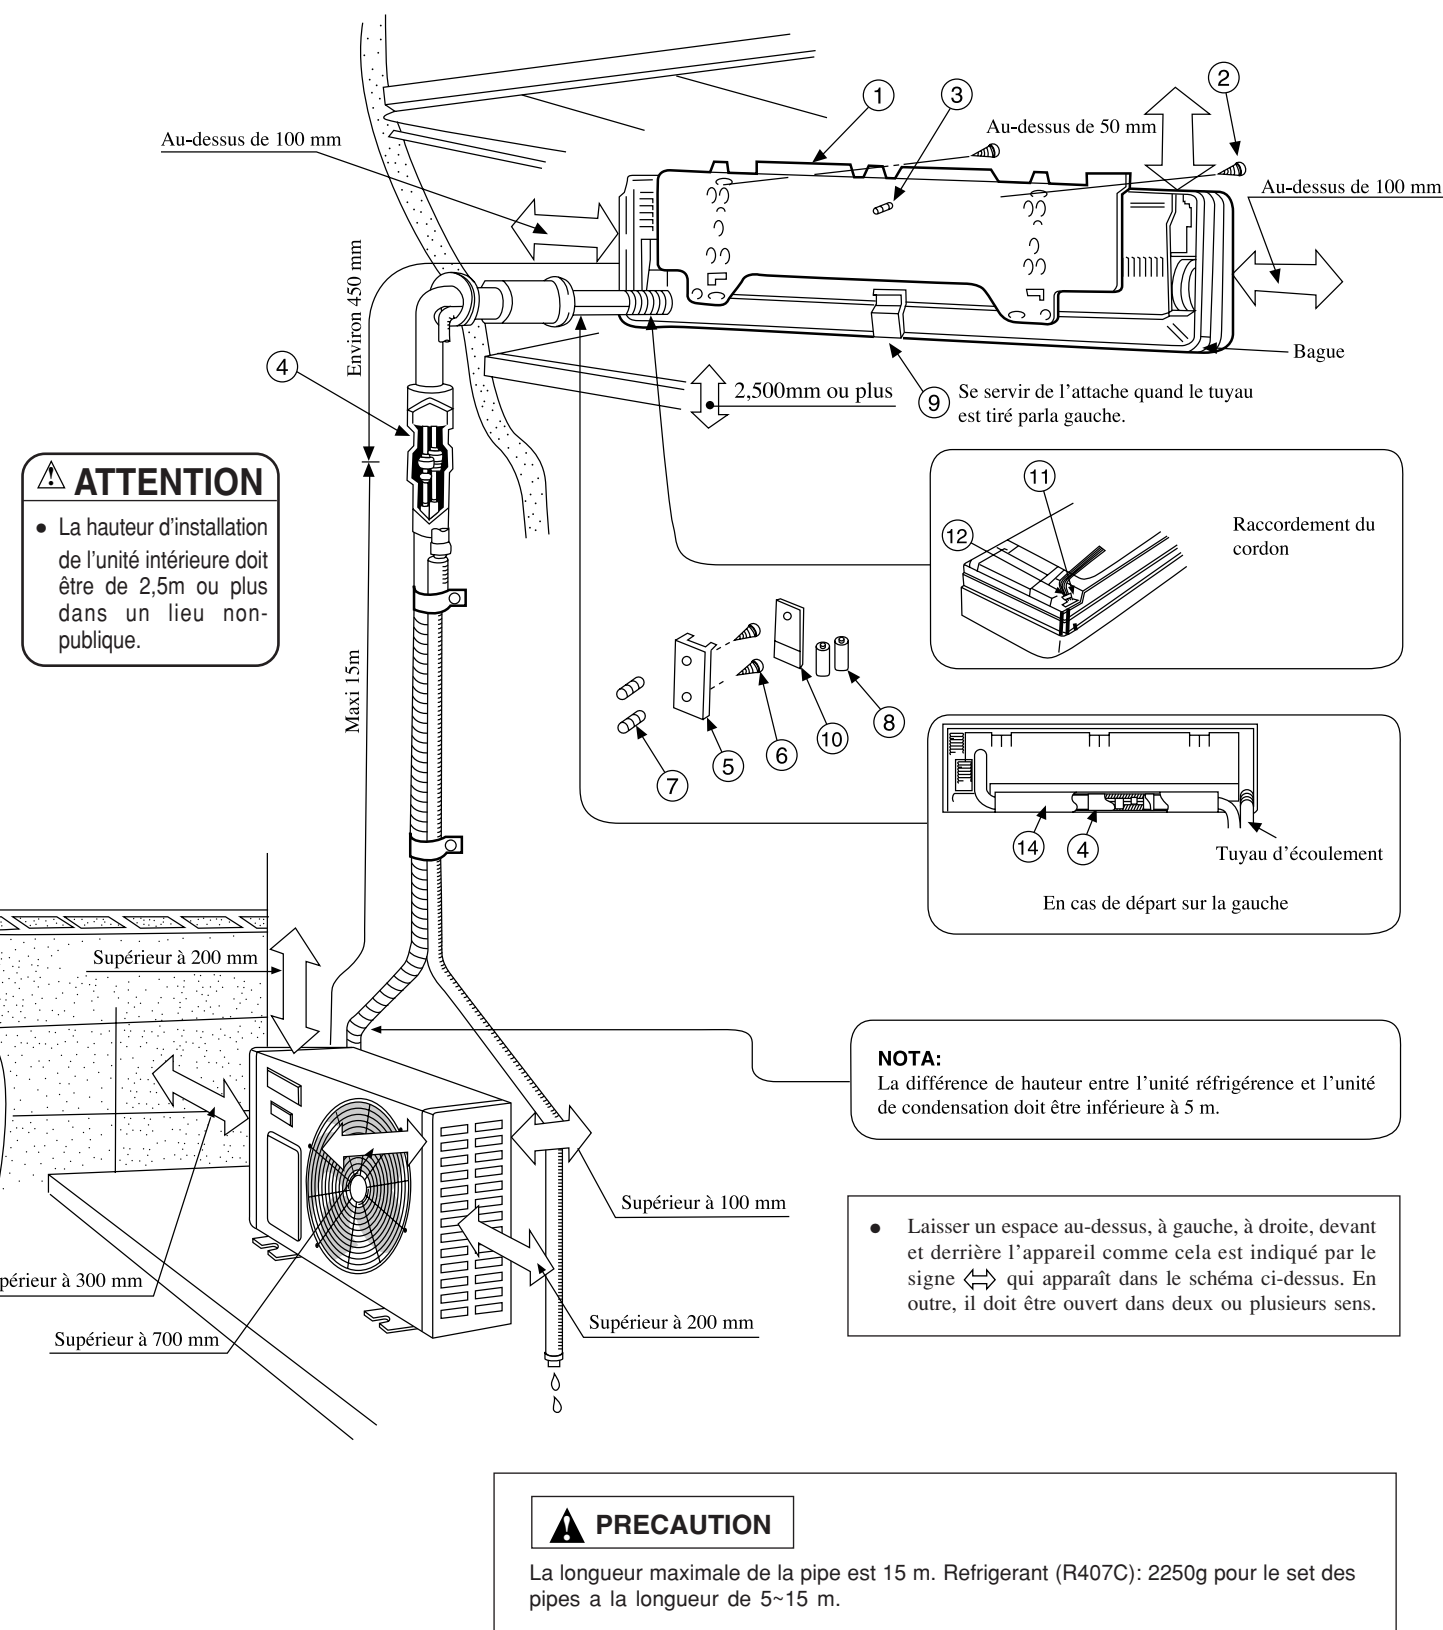

Fig. 2 Installation complète
- Garder l'espace tel qu'indiqué à la figure 2.
- Garder autour de l'unité l'espace pour la maintenance et pour assurer une bonne ventilation de l'unité. (Voir figure 2).